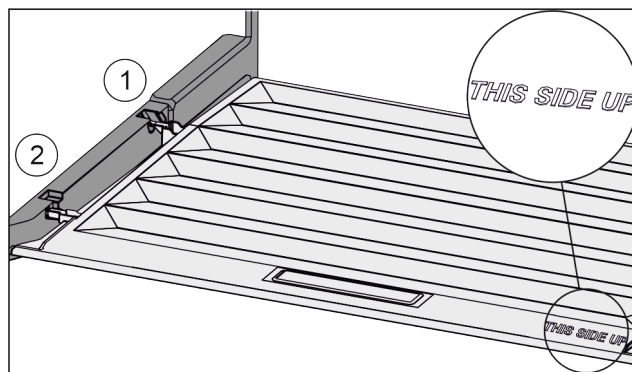

Fig. 96
- ▶ Вставить поперечные ребра крышки через отверстие заднего держателя Fig. 96 (1) и защелкнуть спереди в держателе Fig. 96 (2).